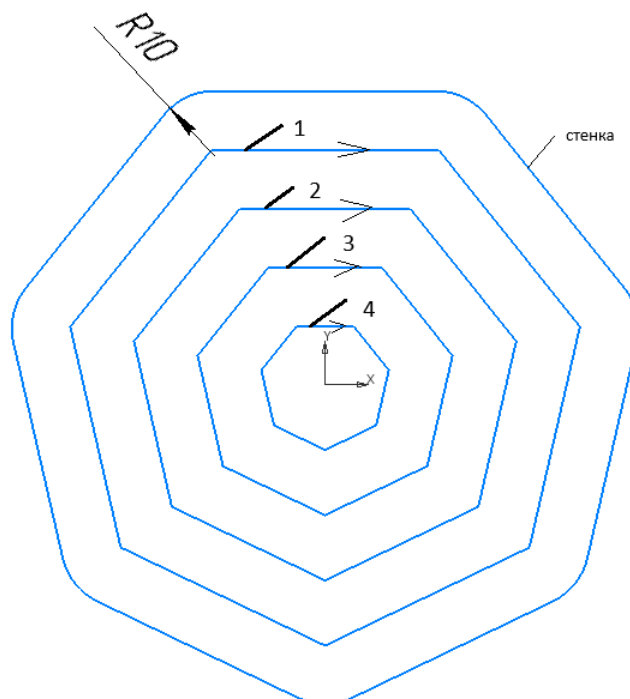

Рис. 6
На вертикально-фрезерном станке концевой фрезой (1) диаметром 20 мм фрезеруется композитная деталь (2) для крышки привода, представляющая собой в плане прямоугольник с правильной семиугольной выемкой со скругленными углами, радиус скругления 10 мм (рис 5). Фреза последовательно проходит по траекториям (1), (2), (3), (4) без скруглений (рис. 6). Траектория (1) представляет из себя правильный семиугольник с диаметром описанной окружности $d_1=80$ мм. Траектория (2) – правильный семиугольник с диаметром описанной окружности $d_2=60$ мм. Траектория (3) – правильный семиугольник с диаметром описанной окружности $d_3=40$ мм. Траектория (4) – правильный семиугольник с диаметром
Для перемещения и установки деталей на станок применяется робот-манипулятор. Рука такого робота представляет собой двухзвенный механизм. Координаты положения точки **A** робота, заданные в декартовой системе координат показаны на рис. 6. Робот работает только в плоскости XY. Требуется определить обобщенные координаты звеньев руки робота φ_1 и φ_2 , требуемые для обеспечения такого положения точки **A**.